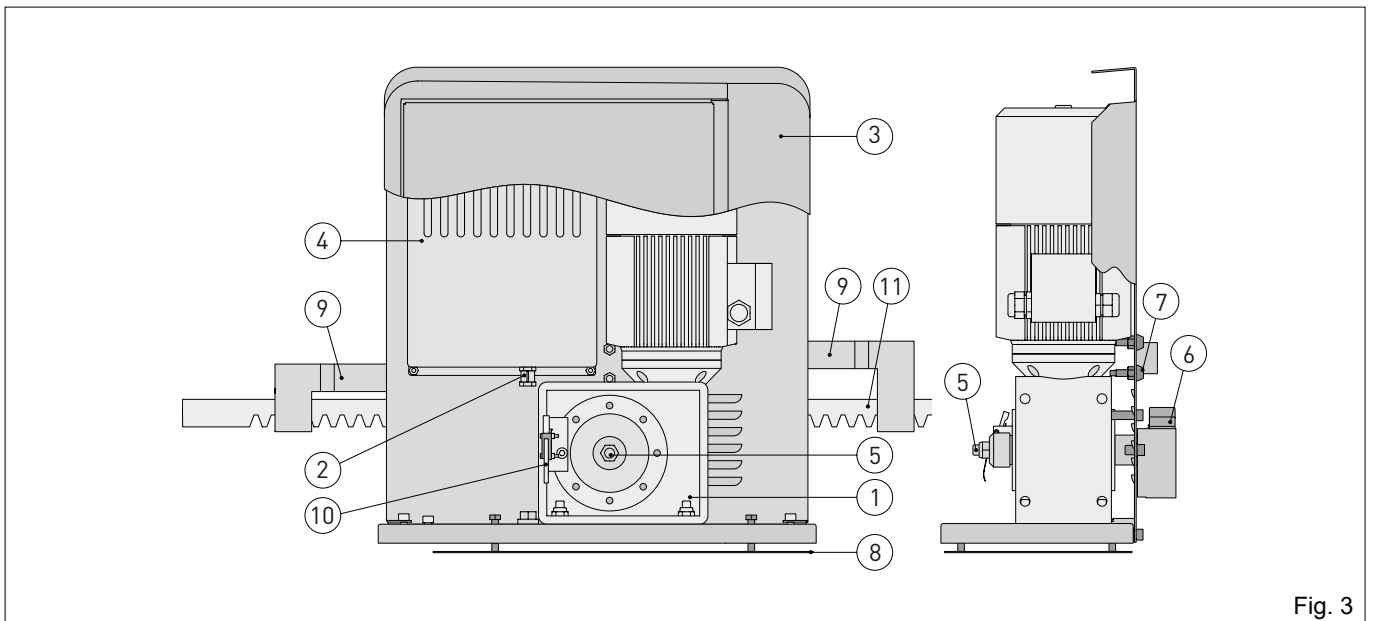

Fig. 3
2.2 Riferimenti motoriduttore (fig. 3)